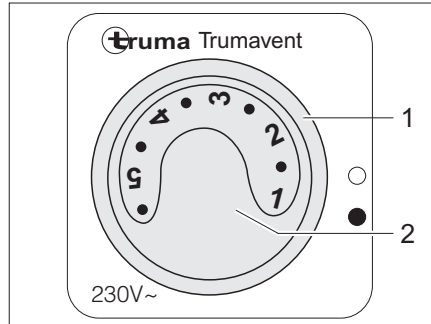

Bild 105 Bedienschalter für Umluftgebläse (230 V)
- Den Drehschalter (Bild 105,1) auf "●" stellen.
- Mit dem Drehknopf (Bild 105,2) die gewünschte Leistung des Umluftgebläses einstellen.
- Den Drehschalter (Bild 105,1) auf "O" stellen.